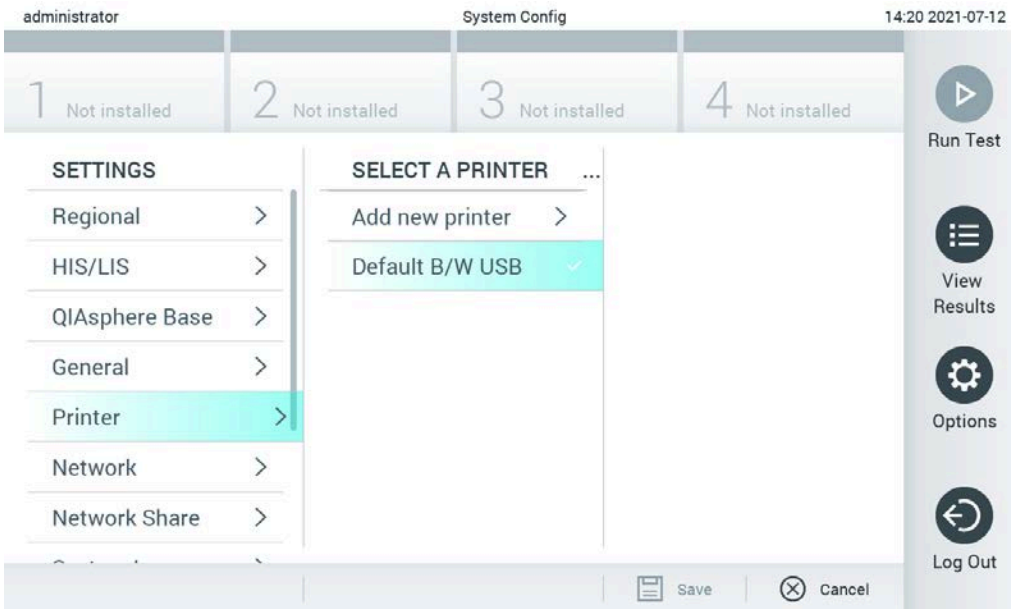

Abbildung 99: Druckerinstallation mit Standardtreiber
2. Wählen Sie den Standarddrucker namens Default B/W USB aus (Abbildung 99)